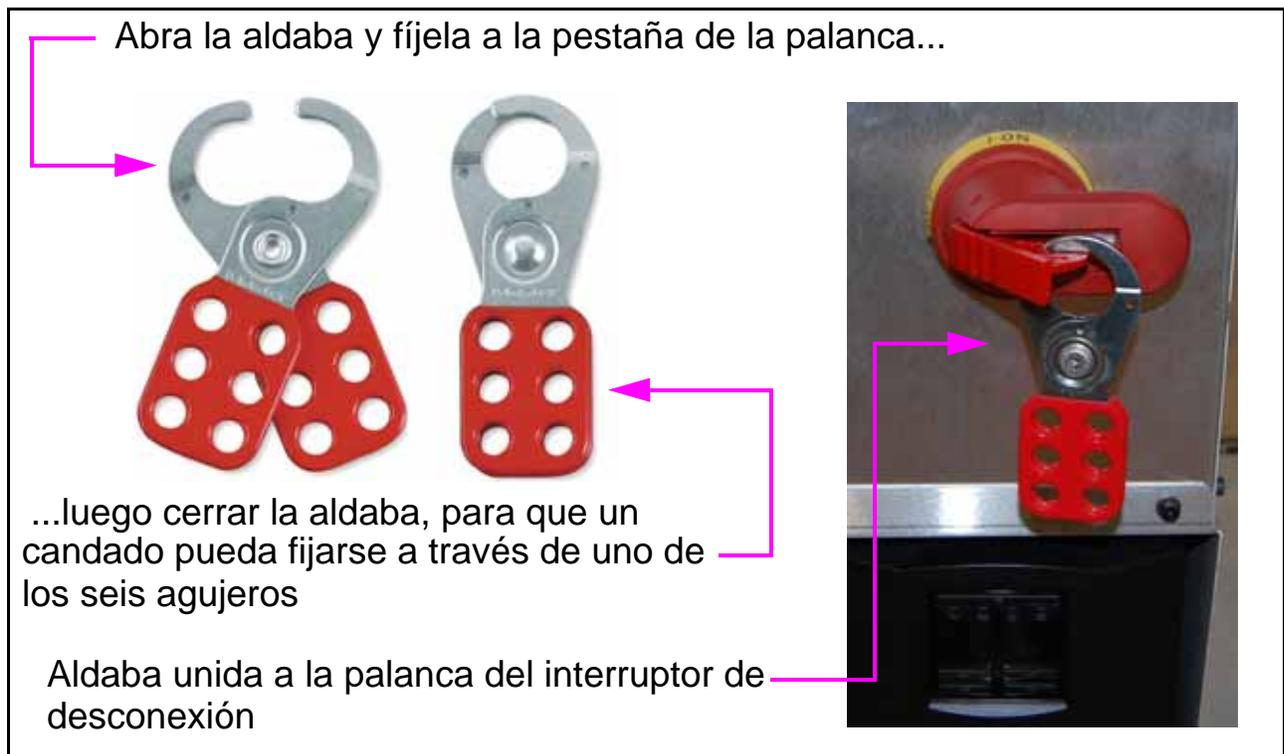

Figure 2-14: Detalle de la Aldaba
8. Tire de la lengüeta de la palanca del interruptor principal de desconexión y coloque una aldaba a través de la lengüeta (ver Figure 2-14).